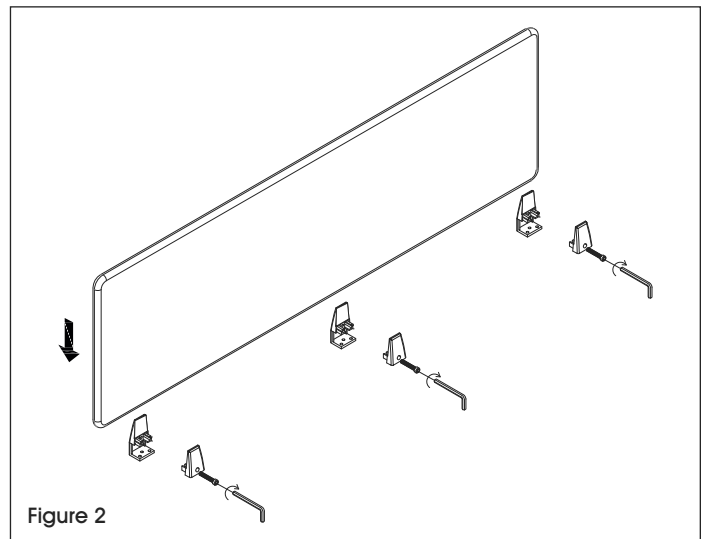

Figure 2
2. Place privacy panel against plastic mat (B) in back half of mounting bracket (A), slide front of mounting bracket (A) in place and use 5 mm Allen wrench to secure one M6 x 30 mm screw (C). Repeat for remaining brackets. (See Figure 2)
2. Placez le panneau de séparation contre la couche de plastique (B) se trouvant dans le côté arrière du support de fixation (A), puis faites glisser le devant du support de fixation (A) en place et fixez le tout avec une vis M6 x 30 mm (C) et une clé Allen de 5 mm. Répétez cette étape pour les supports restants. (Voir Figure 2)